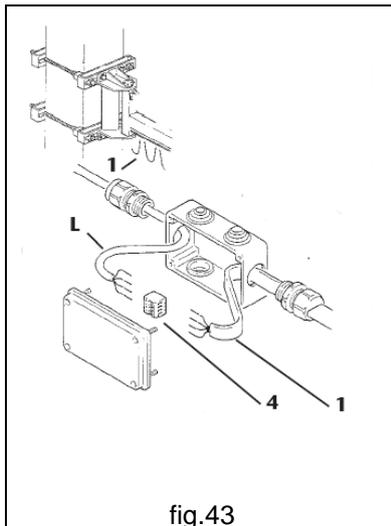

fig.43
1. Raccorder le câble d'alimentation 1 aux bornes 4 contenues dans le boîtier de dérivation, à appliquer au pilier ou au mur portant, auquel on connectera le câble de ligne L provenant du réseau d'alimentation (fig.43).